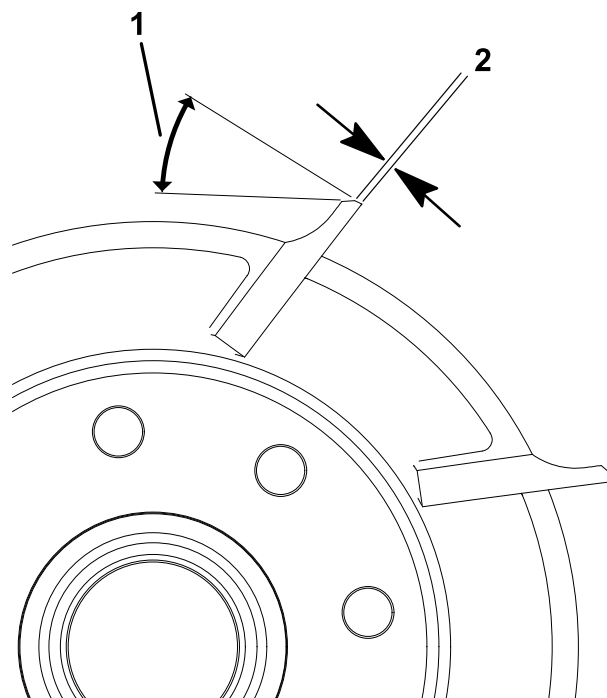

Figura 25
1. Aplique uma amolação de 30° em todas as lâminas do cilindro até a largura ser 1,3 mm (Figura 25).